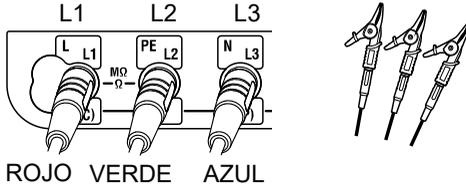

Fig. 13-1
2. Conecte los cables de prueba al instrumento. (Fig. 13-1)